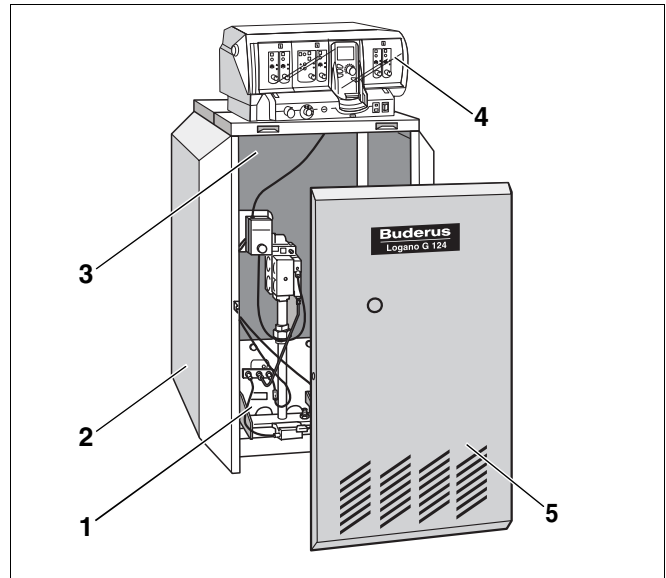

Abb. 1 Gas-Spezialheizkessel Logano G124
Der Gas-Spezialheizkessel Logano G124 (Abb. 1) ist werkseitig komplett mit integriertem Gasbrenner und Regelgerät ausgestattet.
- Kesselblock mit Wärmeschutz (Abb. 1, **Pos. 3**) und Gasbrenner (Abb. 1, **Pos. 1**).
- Kesselmantel (Abb. 1, **Pos. 2**) und Kesselvorderwand (Abb. 1, **Pos. 5**).
- Regelgerät (Abb. 1, **Pos. 4**).
Legende für Abb. 1 und 2
- Integriertes Ausdehnungsgefäß (ab Größe 20 - 4 an der Rückwand) (Abb. 1, **Pos. 8**) mit Kappenventilen zum Abtrennen vom System und zur Entleerung, Umwälzpumpe (Abb. 1, **Pos. 6**), Kessel Füll- und Entleerungshahn (Abb. 1, **Pos. 7**), automatischer Schnellentlüfter.